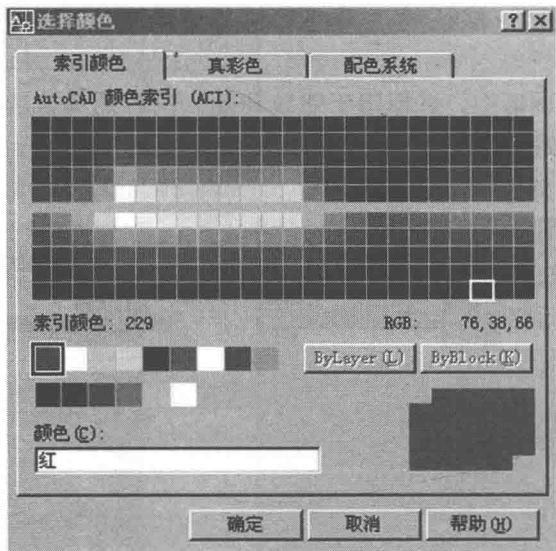

图 1.21 设置颜色
1) 设置颜色。单击颜色块打开“选择颜色”对话框，选取红色。单击“确定”，中心线图层被设为红色，如图 1.21 所示。